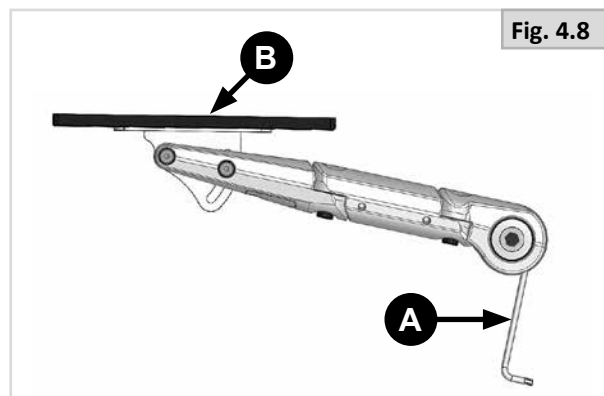

Fig. 4.8
Deel 1 (Fig. 4.8)
2. Draai (A) los om (B) te kunnen aanpassen.
3. Draai de schroeven (A in fig. 4.8) weer vast met een draaikracht van 30 Nm.